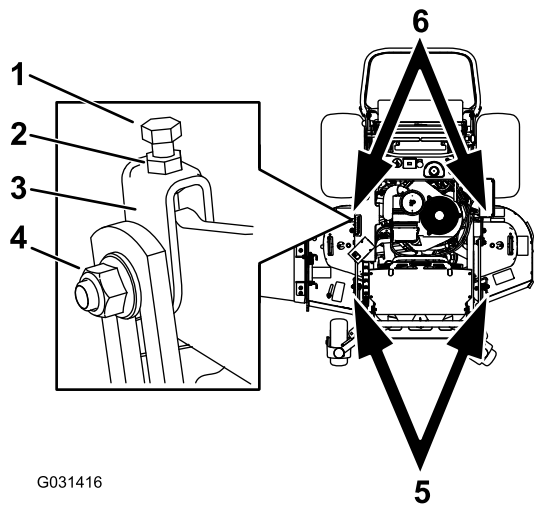

Figura 90
1. Desaperte a porca de bloqueio e o parafuso lateral nas forquilha que quer ajustar (Figura 90).
- Rode o parafuso superior para ajustar a altura da plataforma do cortador (Figura 90).
- Se a medição não estiver correta, localize as 2 forquilhas dianteiras na máquina (Figura 90).